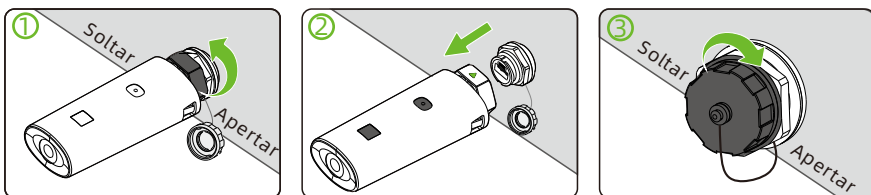

Figura 6.7
- Passos de instalação do módulo de monitoramento (Conforme mostrado na Figura 6.7):